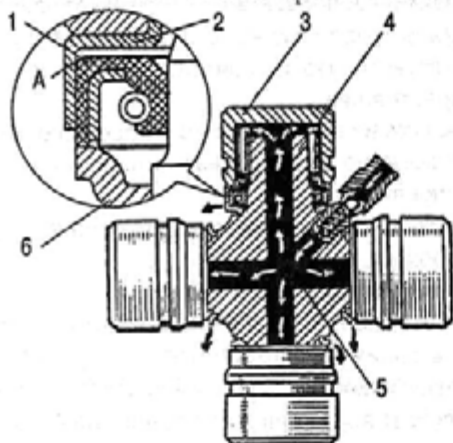

Рис. 207. Схема смазки карданного шарнира:
кромка манжеты расположена не на удержание смазки как это обычно принято, а наоборот, что позволяет маслу при смазке шарнира выходить из-под кромки при создании больших давлений и обойтись без применения предохранительного клапана (рис. 207).
- проверить наличие фаски А на торце манжеты, при ее отсутствии притупить острую кромку (рис. 207);